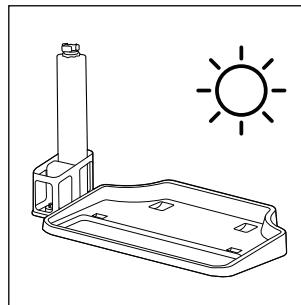

Afb. 36
- ◆ Maak de borstelkamer, als die vuil is, schoon met een vochtige doek (zie afb. 36).